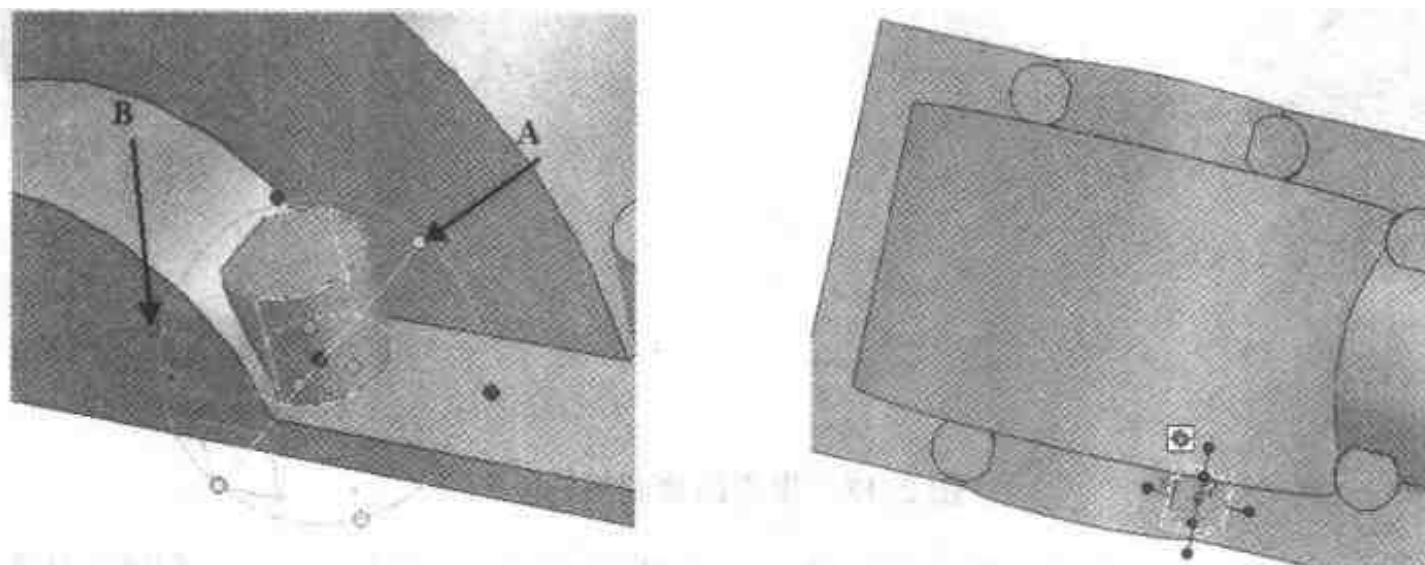

图 2.15 生成凸台的阵列
- (6) 单击如图 2.15 所示的手柄 A 使黄色轴线出现，然后右击手柄 B，选择【生成矩形风格】命令，在【第一方向矩】文本框中输入“285”，在【第二方向矩】文本框中输入“190”，单击【确定】按钮，结果如图 2.15 右图所示。